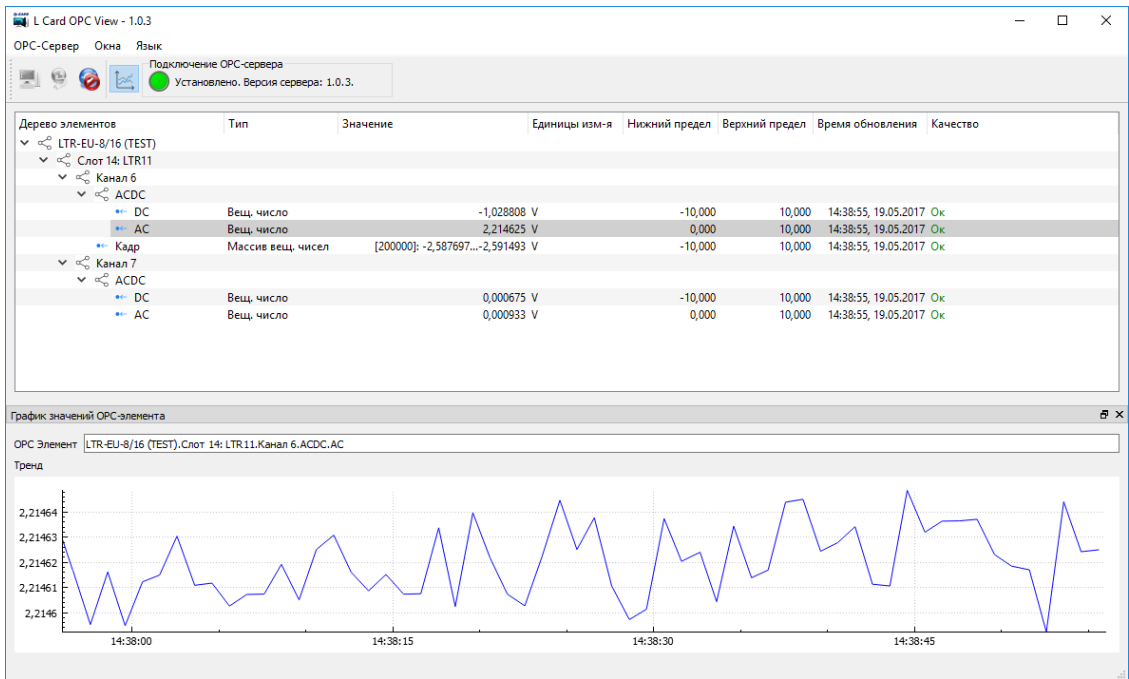

Рис. 4.6: Отображение тренда для выбранного OPC-элемента
- Если у элемента скалярный тип (вещ. число), то на графике отображается тренд с историей изменения значения за последнюю минуту (рисунок 4.6). Программа не хранит историю не отображаемых в данный момент элементов, поэтому при смене выбора элемента график очищается и тренд строится с момента выбора элемента. По горизонтальной оси отображается время, которому соответствуют значения. При отсутствии действительных данных (из-за отсутствия связи с устройством) отображается разрыв графика. Следует также отметить, что точки соответствуют только моментам получения измененных данных. Если величина не меняется (например элемент с выводимым значением на ЦАП пока нет записи), то точки на графике отображаться не будут.